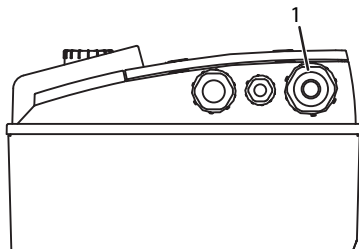

Fig. 18 : Presse-étoupe M25
- Le raccordement électrique doit s'effectuer via un câble d'alimentation électrique fixe (section à respecter min. $4 \times 1,5 \text{ mm}^2$, max. $4 \times 4 \text{ mm}^2$) doté d'un connecteur ou d'un coupleur multipolaire avec au moins 3 mm d'ouverture du contact. Le câble d'alimentation électrique doit être inséré dans le presse-étoupe M25 (fig. 18, pos. 1).